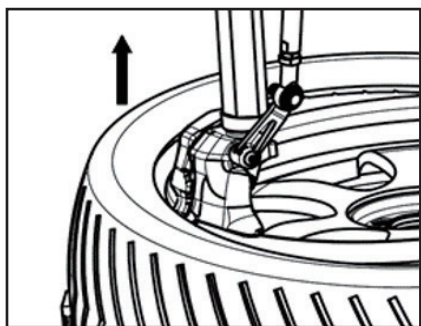

图 5-2-5
- 拆胎钩进入胎唇内侧后，向上扳动拆胎钩控制阀，将胎唇钩起至拆胎头圆形凸起部位的上方，如图（参考第五章 / 图 5-2-5）所示，此时轻轻点踩转盘转向踏脚，观察胎唇和拆胎钩，如无异常，踩下转向踏脚，转盘顺时针旋转，上层胎唇脱出。